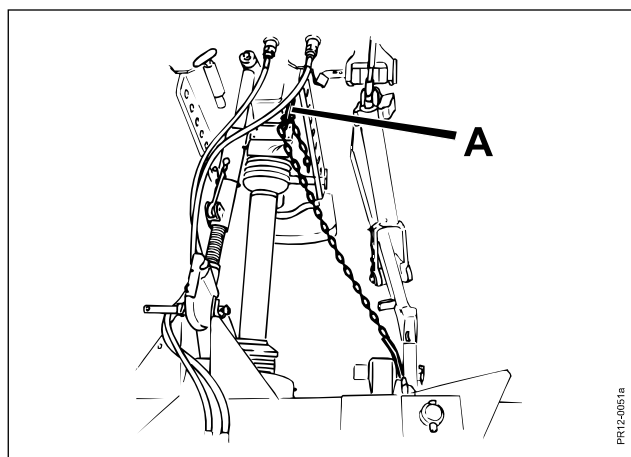

Fig. 2-14
- Fig. 2-14** 9) Holdekædens længde justeres ved **A**, så liftarmene holdes ved den ønskede arbejdsstilling.